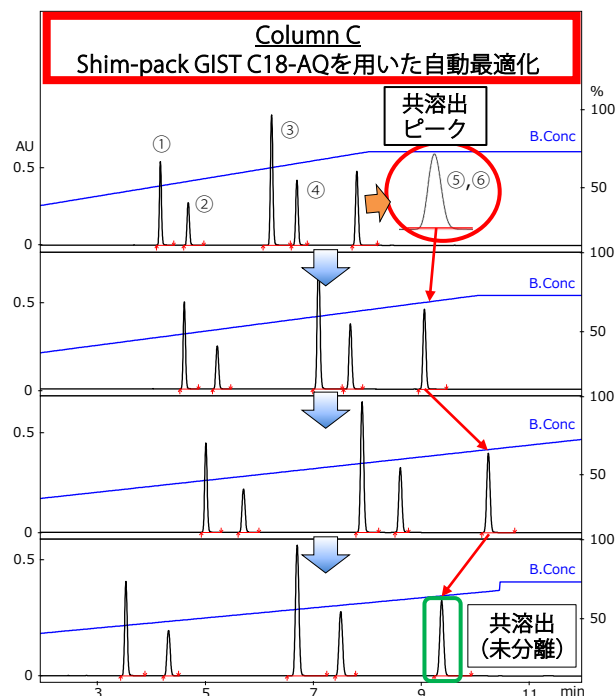

図5 Column Cを用いたグラジエント条件の自動最適化結果
Column A、B、Cに対してグラジエント条件を自動最適化した結果をそれぞれ図3~5に示します。最小分離度1.5以上かつ最終ピークの溶出時間10分未満のクライテリアに対して、column Aとcolumn Bは、初期分析においては一部のピークが分離不十分(図3、4の赤丸内)でした。その後、「AIによるグラジエント条件の改良」と「改良された条件での分析の繰り返し」により、最終的にはクライテリアを満たすグラジエント条件が自動探索されました(図3、4の緑枠内)。一方、column Cに関しては、グラジエント条件の自動最適化を適用しましたが、⑤と⑥のピーク(図5の赤丸内)が共溶出しており、分離度のクライテリアを満たすことができませんでした。これらの結果より、本サンプルに関しては、最も分離度が大きい(分離度2.6) column Aが最適であることがわかりました。このように、自動で複数のカラムに対してグラジエント条件の最適化が適用されるため、クロマトグラフィーの経験の有無によらず誰でも簡単にクライテリアを満たす条件の探索が可能です。